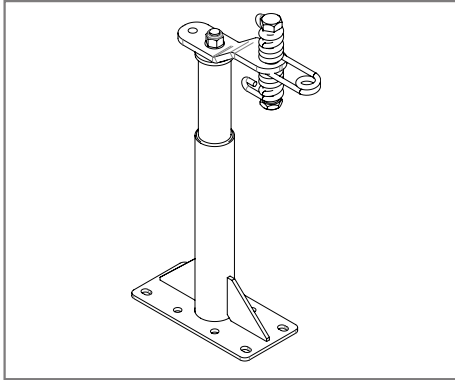

Figura 1
- Installare il primo punto di estremità fissandolo alla struttura portante [Figura 1].